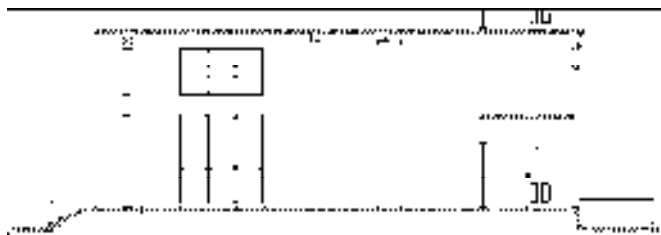

图 15-188 填充结果
20) 单击“确定”按钮关闭对话框可完成填充操作，结果如图 15-188 所示。